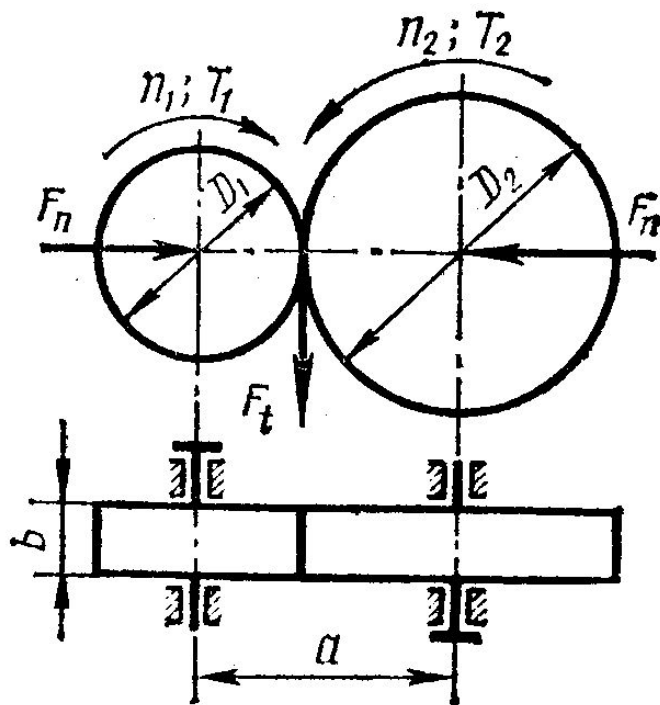

Рис. 1
- *Работа фрикционной передачи основана на использовании сил трения, которые возникают в месте контакта двух тел вращения под действием сил прижатия  $F$ ,* (рис.1). При этом должно быть
- Для передачи с цилиндрическими катками (см. рис. 1)
- Схема простейшей нерегулируемой передачи изображена на рис.1. Она состоит из двух катков с гладкой цилиндрической поверхностью, закрепленных на параллельных валах.
- *Во фрикционной передаче с гладкими цилиндрическими катками (см. рис. 1)*